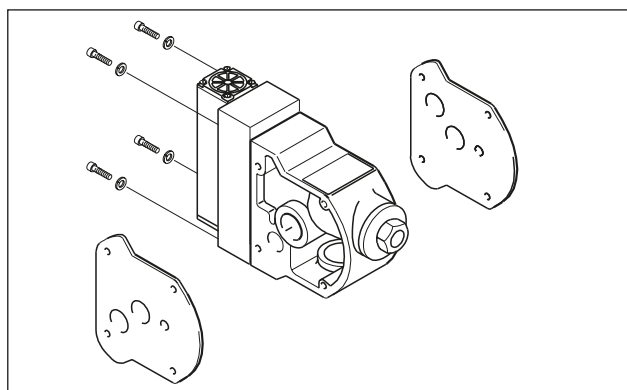

Fig. 20: Montaggio della valvola di comando esterna
- Svitare le quattro viti di fissaggio dal blocco di comando. A questo punto è possibile estrarre l'intera valvola di comando, incluso comando pilota. Ciò è possibile anche senza dover smontare precedentemente la pompa (Fig. 20).